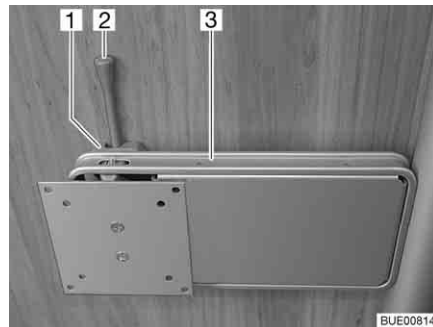

Bild 63 Halterung an Säule
- Den Entriegelungshebel (Bild 63,2) zur Seite drücken und die Halterung (Bild 63,3) mit dem Flachbildschirm in die gewünschte Position drehen.
- Flachbildschirm zurückdrehen, bis die Halterung (Bild 63,3) in die Verriegelung (Bild 63,1) einrastet.